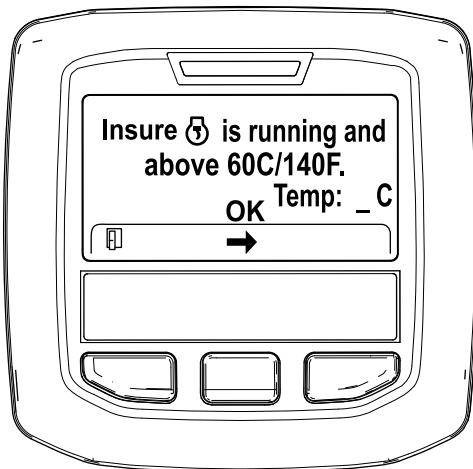

Figure 32
5. Si la température du liquide de refroidissement est inférieure à 60 °C (140 °F) le message « Insure ⚙ is running and above 60C/140F » (vérifier que \*\*\* fonctionne et est supérieure à 60 °C/140 °F) s'affiche (Figure 32).